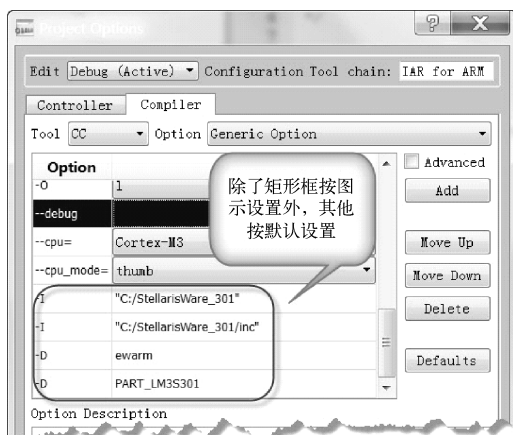

图 2-19 编译器选项配置
8) 右键单击工程名，在弹出的工程选项设置对话框中，单击编译器（Compiler）选项进行如图 2-19 所示的设置。